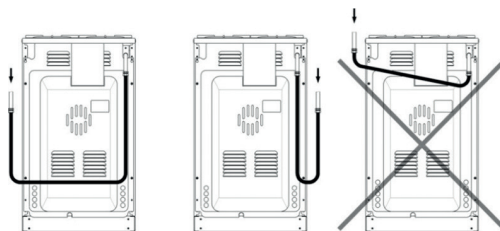

Рис. 2 Положение присоединительного шланга
- гибкий соединительный шланг не должен проходить в зоне горячего воздуха дымохода и касаться задней стенки прибора (Рис.2);
После установки прибора на место обязательно проверьте положение гибкого шланга подвода газа и шнура питания (Рис.2)